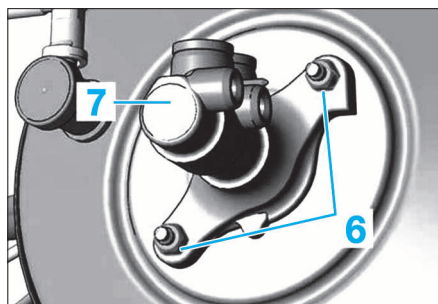

FIG.13
- Déposer les écrous (6) et le maître-cylindre (7) (Fig.13).